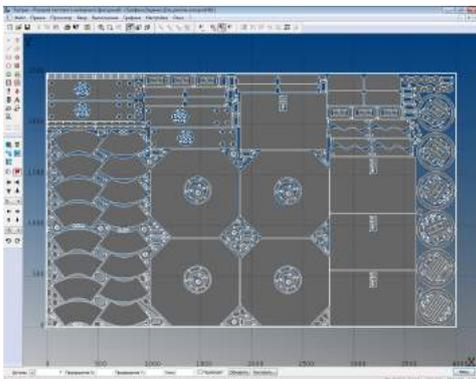

Рис. 2
- Дополнительно разместить детали на листах, на которых уже размещены детали, повысив коэффициент использования материала (Рис.2)